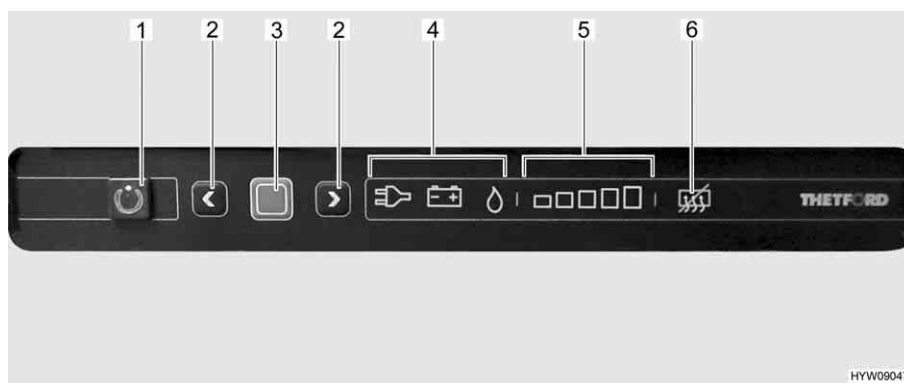

Fig. 181 Elementi di comando del frigorifero
La modalità di funzionamento attuale è indicata da un simbolo luminoso (Fig. 181,4) sulla centralina di controllo.
Dopo l'accensione il frigorifero seleziona automaticamente la regolazione del termostato selezionata per ultimo. Questa impostazione può essere modificata manualmente con i tasti freccia (Fig. 181,2). Le barre luminose dell'indicatore del livello di refrigerazione (Fig. 181,5) visualizzano la temperatura selezionata sul termostato. Con i tasti freccia viene regolata la temperatura di refrigerazione per tutti i tre tipi di energia. Ci vogliono alcune ore prima che il frigorifero raggiunga la temperatura normale di esercizio. Cambiando la modalità di funzionamento la regolazione del termostato non viene modificata. La temperatura di refrigerazione è indipendente dal tipo di energia utilizzata.
- Premere il tasto On/Off (Fig. 181,1) per 1 secondo. Il tasto (Fig. 181,1) si illumina di verde. Dopo circa 10 secondi, l'indicatore viene attenuato per risparmiare energia.
- Premere il tasto di conferma (Fig. 181,3). L'impostazione attuale della modalità di funzionamento viene visualizzata.
- Se non è impostata la modalità di funzionamento a gas: Per modificare l'impostazione, premere il tasto di conferma (Fig. 181,3) per circa 2 secondi.
- Selezionare la modalità di funzionamento a gas con i tasti freccia (Fig. 181,2). L'alimentazione del gas è ora aperta. L'accensione avviene automaticamente. È udibile un ticchettio fino a quando procedura di accensione non è stata portata a termine.
- Premere il tasto di conferma (Fig. 181,3) per circa 2 secondi.
- Premere nuovamente il tasto di conferma (Fig. 181,3). Il livello di refrigerazione attuale viene indicato dalle barre luminose (Fig. 181,5).
- Per modificare l'impostazione, premere i tasti freccia (Fig. 181,2) fino a visualizzare l'impostazione desiderata.
- Premere il tasto On/Off (Fig. 181,1) per circa 2 secondi. Tutte le spie si spengono. Il frigorifero è spento.
- Se non è impostata la modalità di funzionamento 230 V: Per modificare l'impostazione, premere il tasto di conferma (Fig. 181,3) per circa 2 secondi.
- Selezionare la modalità di funzionamento 230 V con i tasti freccia (Fig. 181,2).
- Se non è impostata la modalità di funzionamento 12 V: Per modificare l'impostazione, premere il tasto di conferma (Fig. 181,3) per circa 2 secondi.
- Selezionare la modalità di funzionamento 12 V con i tasti freccia (Fig. 181,2).
- Premere contemporaneamente entrambi i tasti freccia (Fig. 181,2) e tenerli premuti per 2 secondi. Il simbolo di disattivazione della funzione anti-condensa (Fig. 181,6) si illumina.
- Premere di nuovo contemporaneamente entrambi i tasti freccia (Fig. 181,2) e tenerli premuti per 2 secondi. Il simbolo di disattivazione della funzione anti-condensa (Fig. 181,6) si spegne.